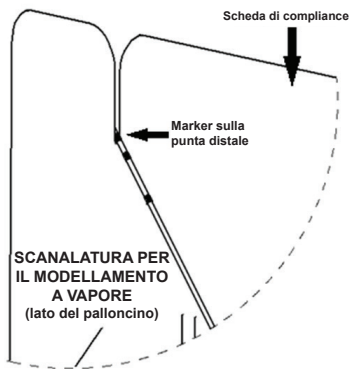

Figura 2 Configurazione diritta
4. Collocare il marker a fascia sulla punta distale sul fondo e all'interno della scanalatura per il vapore (vedere la Figura 2).